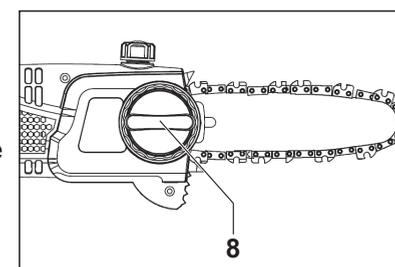

Fig. 8
- > Remettez en place la molette de verrouillage [8]. Serrez légèrement la molette de verrouillage [8] en la tournant dans le sens des aiguilles d'une montre (fig. 8).